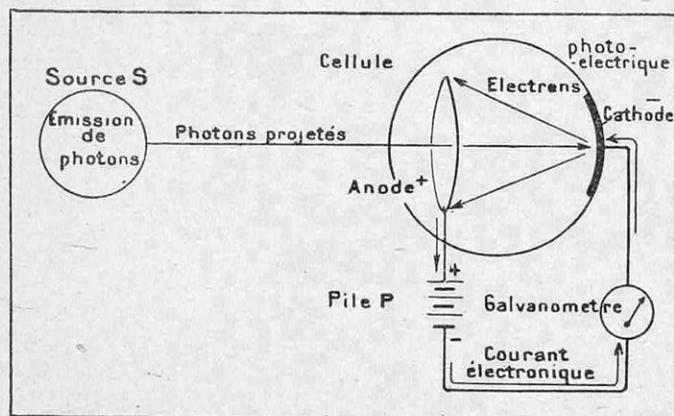

FIG. 5. — EXEMPLE D'ÉLECTRONS ARRACHÉS PAR DES PHOTONS : LA CELLULE PHOTOÉLECTRIQUE
Dans la figure 5, qui donne le schéma de la cellule photoélectrique (1), l'énergie de chaque photon est employée à extraire un électron de la cathode et à le lancer.